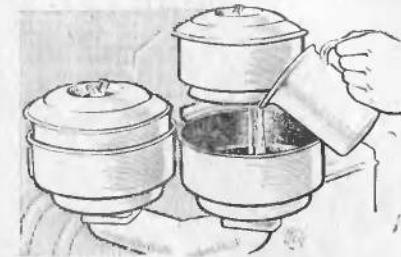

Рис. 85. Заливка масла в ванну воздухоочистителя
*долить до уровня масло в ванну воздухоочистителя (рис. 85); прортереть сетку шумоглушителя;